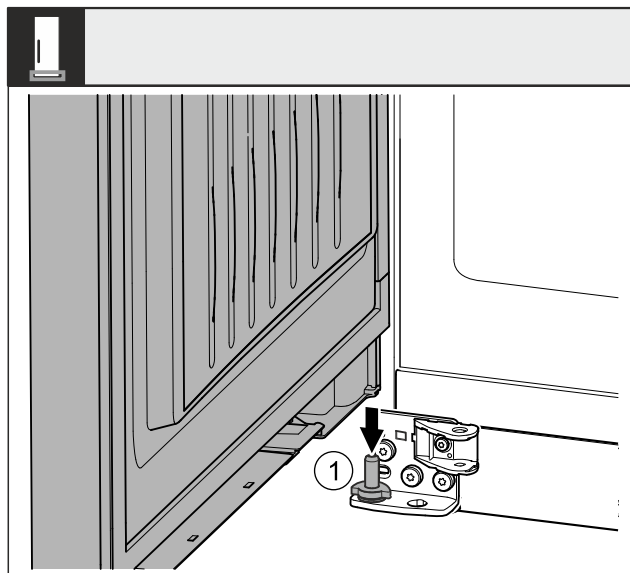

Fig. 42
- Установите дверь сверху на нижний опорный палец Fig. 42 (1).